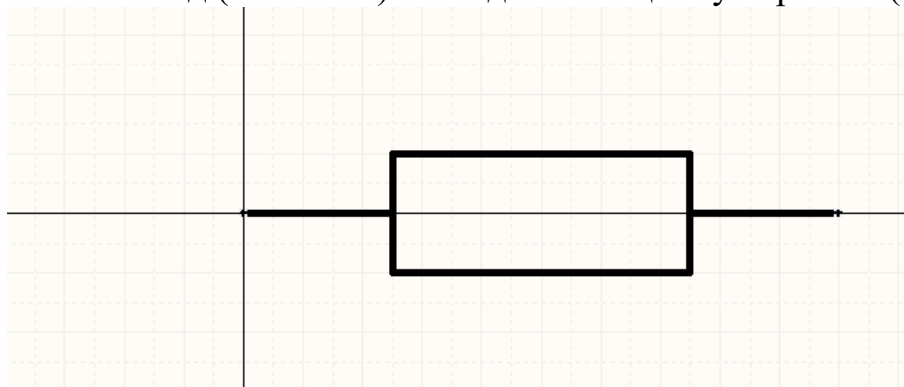

Рис.16. Розміщення резистора
- На робочому просторі Ви напевно вже побачили 2 перпендикулярні лінії. Точка їх перетину – це головна точка прив'язки, яка використовується під час вставки компонента на схему. Тому бажано змістити зображення компонента так, щоб його вивід (тобто пін) знаходився на цьому перетині (Рис.16).